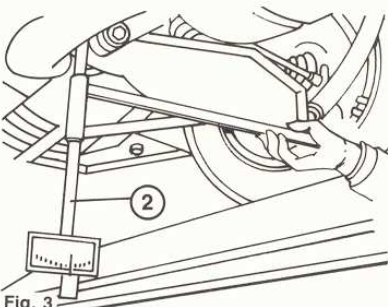

Fig. 3
- Pour effectuer le réglage du carrossage et de la chasse, il faut remplacer la vis de centrage (6) (Fig. 3) page MER.14A/10 du bras oscillant transversal inférieur par une vis de réparation (1) avec rondelles de réglage (2).